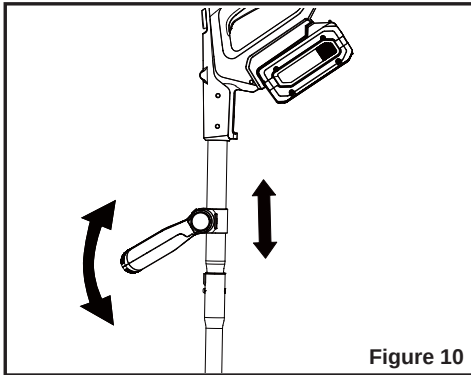

Figure 10
2. Tournez la poignée auxiliaire dans la position souhaitée. La poignée auxiliaire peut coulisser de haut en bas sur l'arbre supérieur pour s'ajuster à une position de travail confortable (Figure 10).